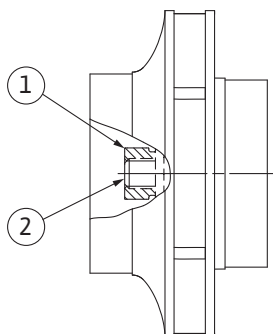

Fig. 111: Korrekt position for pumpehjuls-møtrikken efter installation
8. Hold fast i akslen med en gaffelnøgle (nøglevidde 22 mm), og spænd pumpehjuls møtrikken med det foreskrevne tilspændingsmoment (se tabellen "Tilspændingsmomenter" [► 33]). Møtrikken (Fig. 111, pos. 1) skal cirka flugte $\pm 0,5$ mm med akselenden (Fig. 111, pos. 2). Gør den ikke det, løs da møtrikken, og gentag handlingstrinene 4 ... 8.